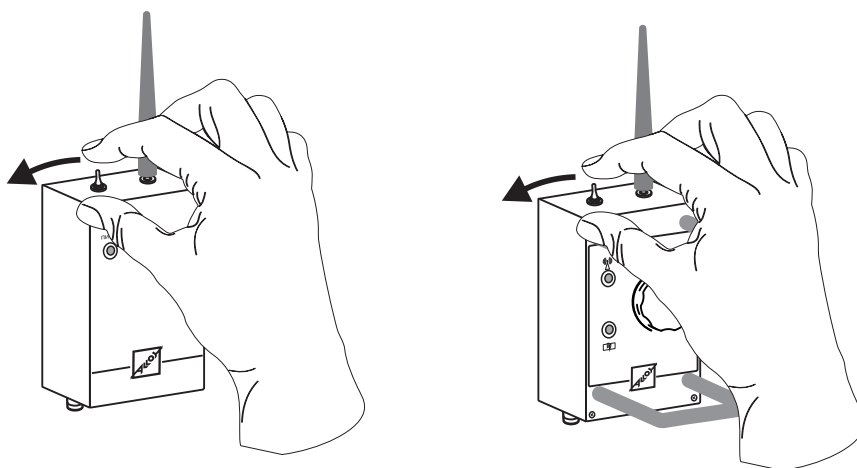

рис. 6.18
- включить приемник на аппарате в режим приема-передачи рис.6.18,
- включить передатчик (пульт ДУ) в режим обмена рис.6.18,